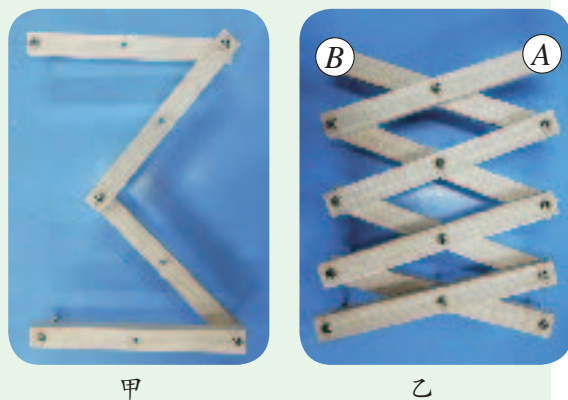

图1-2 结构方案
1. 方案1：如图1-2甲所示，组装好结构后，就可以上下拉动了。
2. 方案2: 如图1-2乙所示, 按照图示结构逐一组装完成, 然后分别用两手抓住结构的A、B两处相向运动, 观察结构的变化情况。